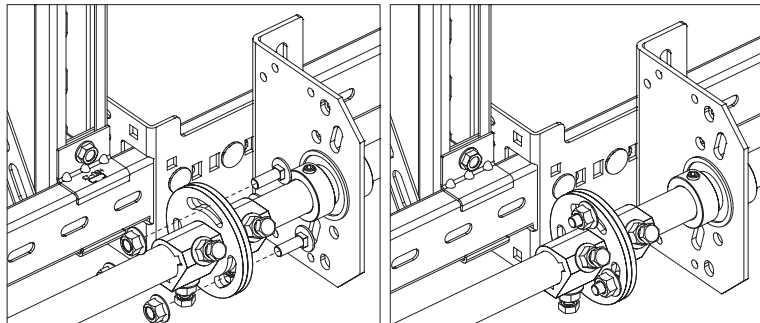

Рис.26.6
- установить стяжные болты муфты (рис.26.6),